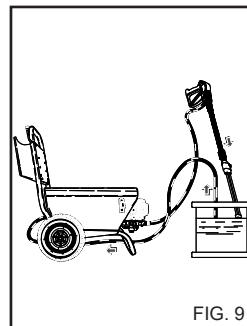

FIG. 9
- 1) Dopo l'uso con detergente, risciacquare il circuito di aspirazione; infilare il tubo di aspirazione (fig. 9) detergente in una tanica di acqua pulita e far funzionare la pompa per 1 minuto a rubinetto dosaggio completamente aperto e lancia in fase erogazione detergente.
4) Dopo l'uso con detergente, risciacquare il circuito di aspirazione; infilare il tubo di aspirazione (fig. 9) detergente in una tanica di acqua pulita e far funzionare la pompa per 1 minuto, e lancia in fase erogazione detergente.